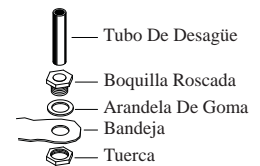

Fig. 5
- **La instalación del montaje de desagüe.** Quite la tuerca y pase la boquilla por el agujero de la bandeja, colocando la arandela de goma entre la bandeja y la cabeza de la boquilla (véase fig. 5). Coloque la tuerca en la boquilla y atorníllela hasta que quede apretada contra la parte inferior de la bandeja. Inserte el tubo de desagüe en la boquilla para retener el agua. El tubo de desagüe se puede quitar para desaguar el agua de la bandeja cuando sea necesario. La boquilla tiene rosca de manguera de jardín. Se puede conectar tubos de drenaje a la boquilla para desaguar el agua hacia otra parte.